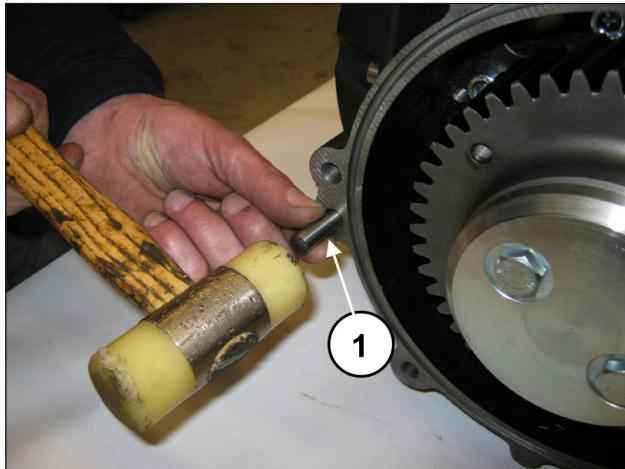
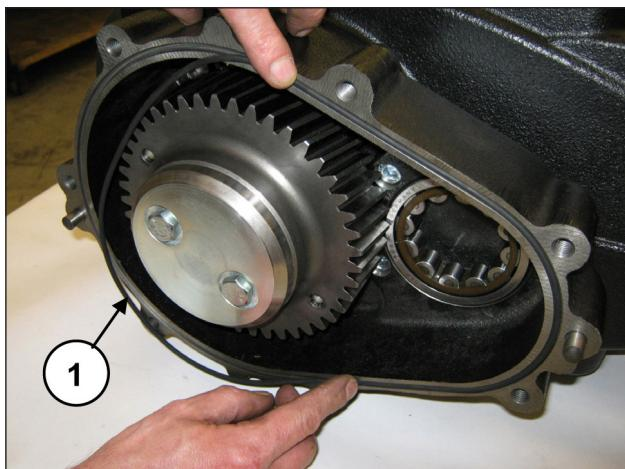

Fig. 80
Fig. 81
Monter les 2 goupilles Ø10x24 dans le boîtier de réducteur (rep. ①, Fig. 80) et placer le joint torique (rep. ①, Fig. 81).